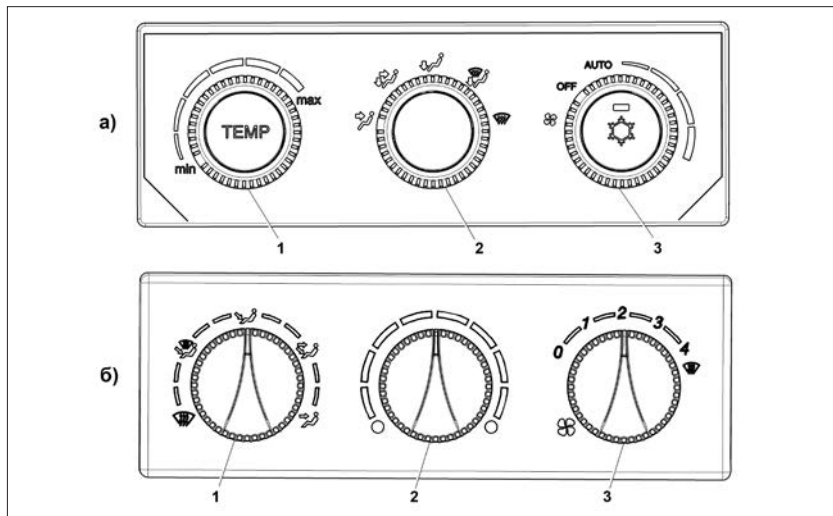

Рис. 69. Переключатели:
- 6 – поворотные переключатели системы автоматического управления климатической установкой (**в варианте исполнения** – системы автоматического управления отопителем), см. рис. 69;
8 – контроллер системы автоматического управления климатической установкой (рис. 69):
9 – контроллер системы автоматического управления отоплением (**в варианном исполнении**), рис. 69б:
Управление распределением воздуха в салоне (рис. 69) имеет следующие обозначения:
– переключатель «1» (рис. 69б) установить в положение  для удаления запотевания или обмерзания;
- переключатель «1» (рис. 69б) установить в положение ;
Для размораживания стекол в холодное время года необходимо переключателем «2» (рис. 69б) установить максимальную температуру подаваемого воздуха и включить переключатель «3» в одно из минимальных положений, например, режим «1». По мере прогрева двигателя установите переключатель «3» в положения «2» или «3».